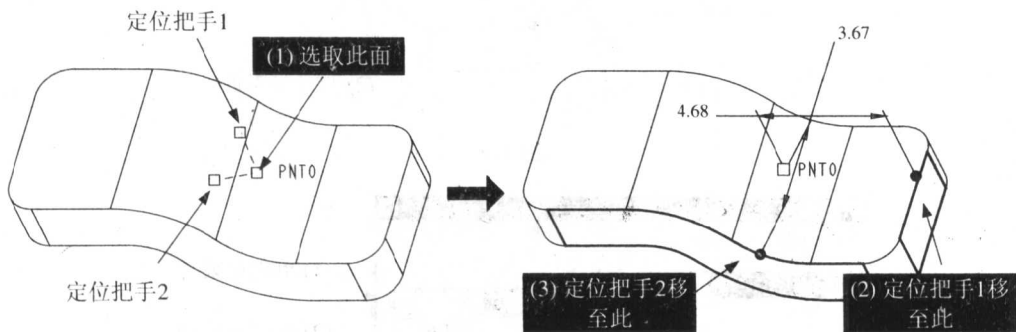

图 1.5
- [选取如图 1.5 (1)所示的面, 令基准点落在此面上]
- [将定位把手 1 移至零件的右侧面, 定位把手 2 移至零件的正面, 如图 1.5(2)及图 1.5(3)所示, 确定基准点的位置尺寸]